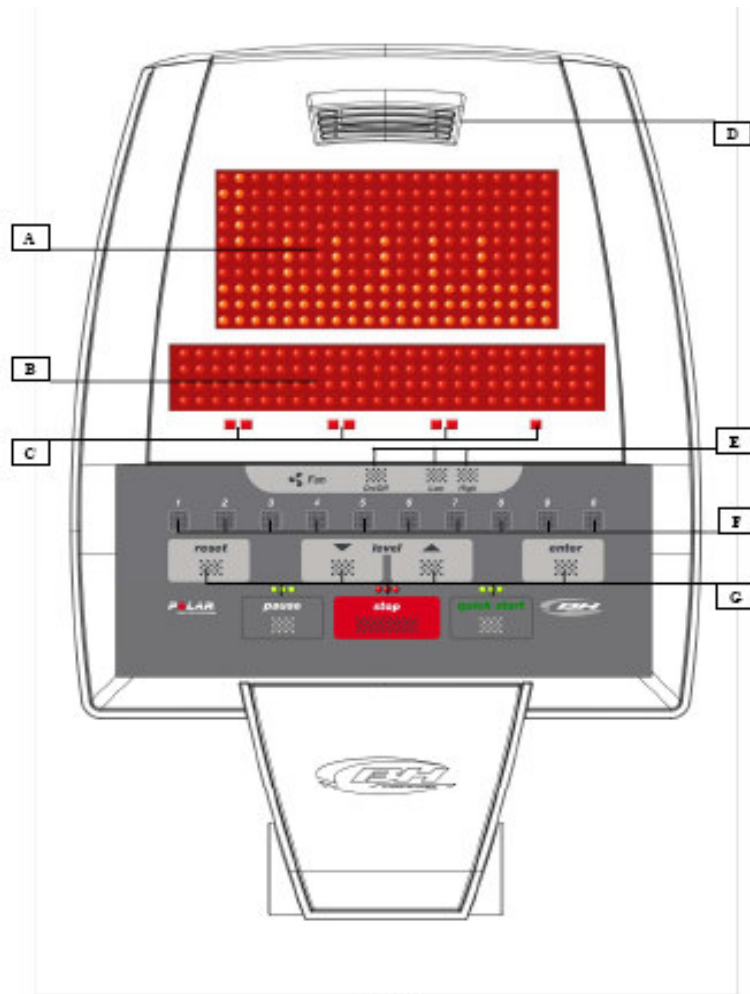

Fig 1
(E) Fig 1
Po włączeniu monitora na wyświetlaczu alfanumerycznym (B) (fig.1) pojawi się napis „FACTORY SETTINGS” (Ustawienia fabryczne). Naciśnij przycisk ENTER i pojawi się migający napis UNITS, naciśnij ENTER i pojawi się napis METRIC. Następnie przyciskami LEVEL ▼ LEVEL ▲ wybierz jednostkę (METRIC/km lub ENGLISH/mile). Naciśnij ENTER i na wyświetlaczu ponownie pojawi się napis UNITS, przyciskiem LEVEL ▲ przejdź do kolejnych ustawień (2 WHEELSIZE). Jeśli chcesz wyjść z trybu zmian ustawień wyświetlacza naciśnij przycisk STOP, a na wyświetlaczu pojawi się program MANUAL (ręczne ustawienia funkcji).